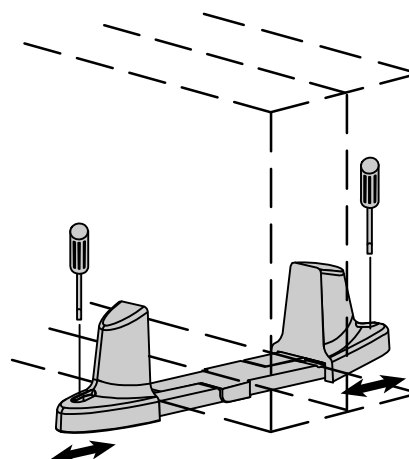

Рисунок 15. Вертикальное положение для двух шкафов
7. Осторожно установите шкаф вертикально, индикаторами ИБП в верхней части, и установите основания (см. Рисунок 15).